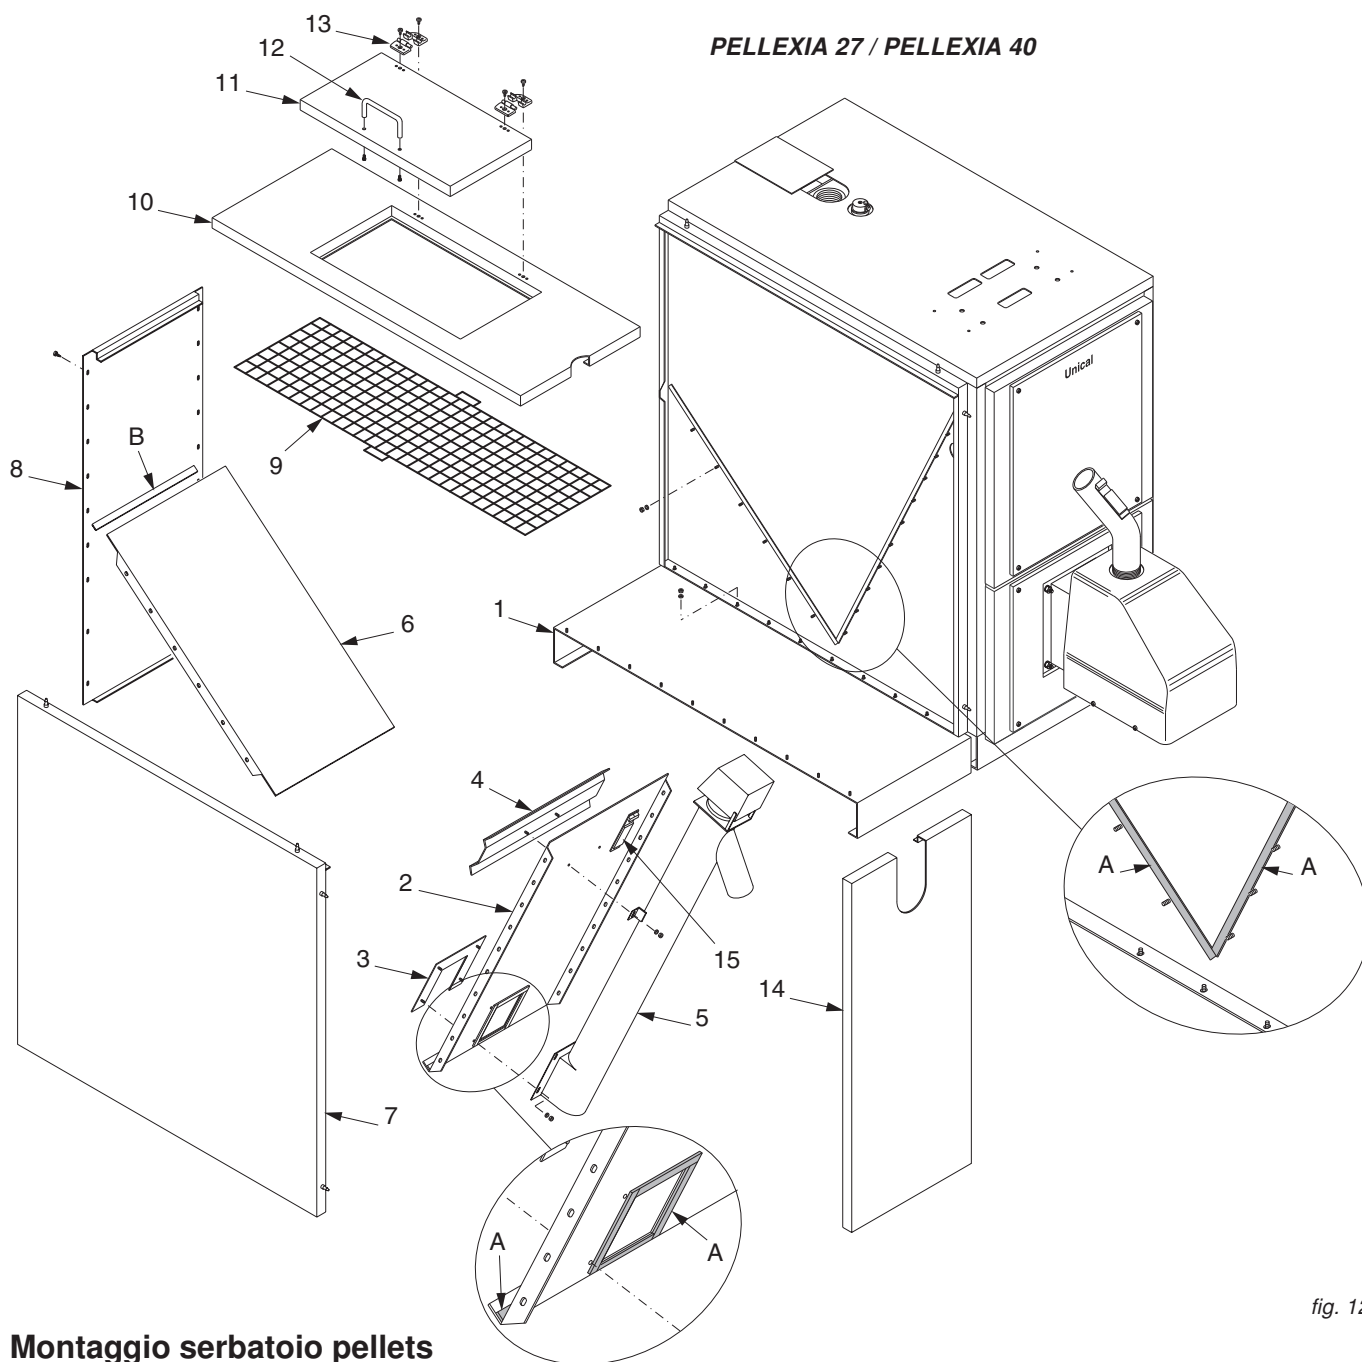
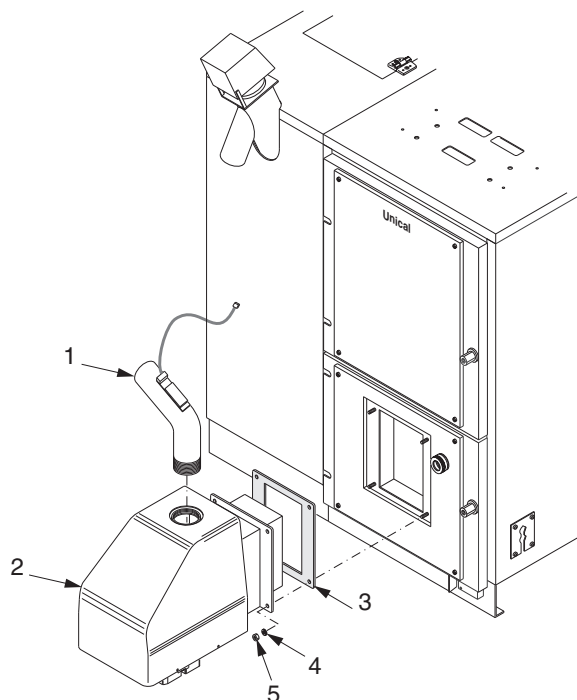

fig. 12
fig. 14
Rif. fig. 14
Collegare il cavo di alimentazione del sensore di intasamento pellets (fissato al tubo pos. 1, fig. 14) all'attacco sul sensore di livello pellets posto sulla parete inclinata anteriore del serbatoio pellets (pos. 15, fig. 12), passando dalla feritoia tra il pannello frontale del serbatoio pellets ed il tubo della coclea.
Il cavo di collegamento (già montato) tra il sensore di livello (pos. 15, fig. 12) ed il pannello strumenti dovrà essere inserito attraverso l'asola situata sul fianco sinistro del mantello della caldaia, al pannello, e collegato come da schemi elettro-idraulici proposti da pag. 25.